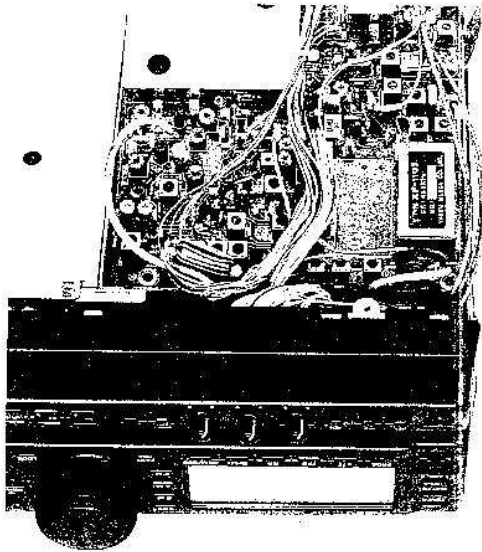

Figura 11: Los Filtro de Cristal SSB
- ☐ Si quiere instalar el XF-110S para SSB y AM estrecha, refiérase a la Figura 11, levante el borde posterior del tablero y, con cuidado, desuelde y saque el filtro cerámico. Enderece los terminales del filtro nuevo, si es necesario. A continuación, coloque cada filtro de la forma indicada en las fotos, y empujelo para que las puntas pasen a través del tablero.